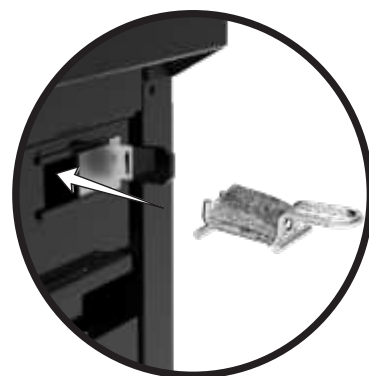

Abbildung 1
8. Setzen Sie einen Feuerstarteranzünder in den FeuerstarterhalterHalter für den Feueranzünder (siehe Abb. 1)
4. Setzen Sie einen Feueranzünder in den Feuerstarterhalter die Halterung für den Feueranzünder (siehe Abb. 1)